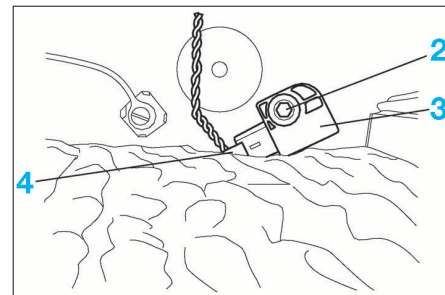

FIG. 21
- Déposer la vis de fixation (2) (Fig.21).
- Dégager le capteur d'accélération (3).
- Débrancher le connecteur (4).
- Déposer le capteur d'accélération (3).